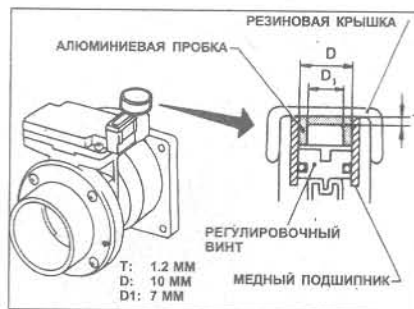

Рис. 3.46 Детали заглушки регулировочного винта смеси холостого хода (Глава 41)
- 17 Снимите резиновый колпачок с регулировочного винта смеси, аккуратно прошейте маленькое отверстие в алюминиевой пробке, снимите ее (Рис. 3.46).